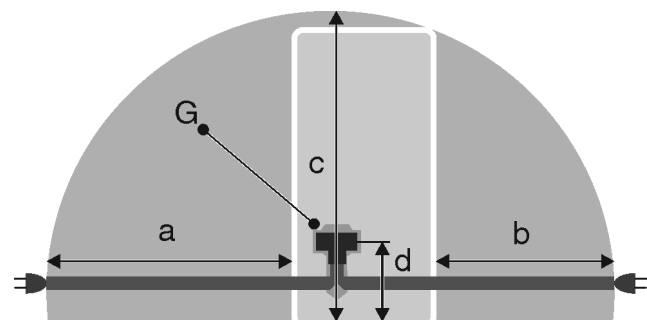

Fig. 35*
- Розетка лежить не за пристроєм, а в зонах a або b Fig. 35 (a, b, c).
- ▶ Встановіть штекер пристрою *Fig. 35 (G)* на задній стороні пристрою. Слідуйте за правильною фіксацією.